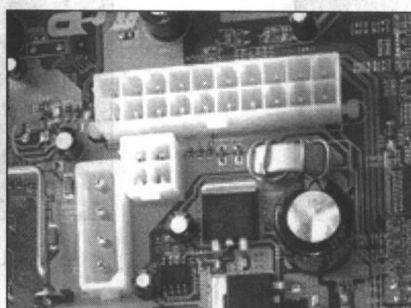

图 1-8 4pin 电源接口
(3) 安装主板
① 安装电源。
② 连接电源线。
Step 3：当安装 Pentium 4 系统（其主板、CPU、供电电源等都不相同）时，还需要安装（ATX 12V）电源，方法是从供电电源找到 4pin 电源辅助接口，然后把它插到主板的相应插槽中，如图 1-8 所示。